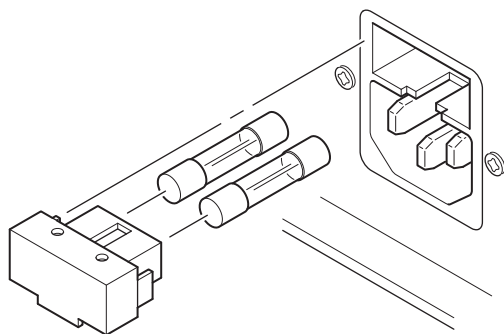

Figure 28 – Remplacement du fusible
5. Mettre en place deux fusibles neufs dans le porte-fusibles (Figure 28).